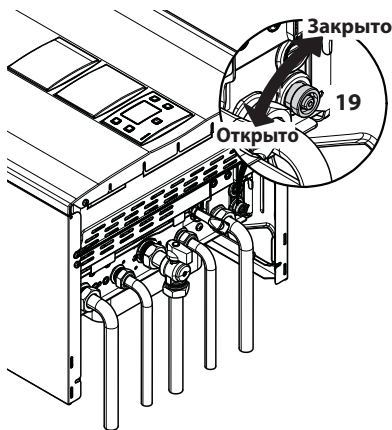

Рисунок 9.4
- Ослабить кран опорожнения котла 19, см. Рисунок 9.4.